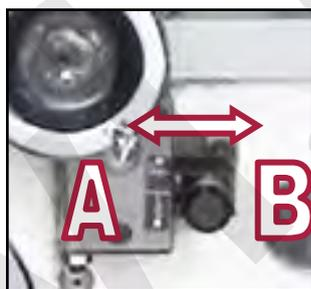

Figura 26 – Avanzamento trasversale → A / Avanzamento longitudinale → B.
4. Sollevare la leva K (Figura 26) per azionare il movimento automatico longitudinale del carrello, oppure abbassare la leva K (Figura 26) per azionare il movimento automatico trasversale del carrello.